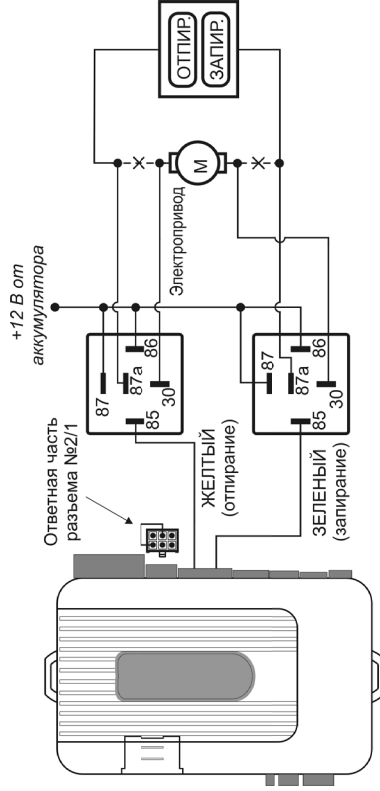

Рис. 2
- ♦ Подсоедините ЖЕЛТЫЙ и ЗЕЛЕНЫЙ провода системы (Разъем №3) к дополнительным реле согласно схеме (Рис.2):